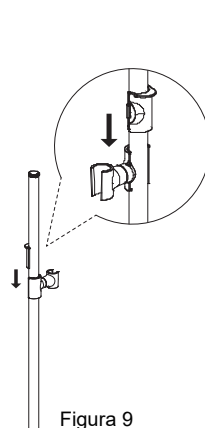

Figura 9
- Haga clic en la parte delantera de la corredera en un lado de la barandilla. Haga clic en la parte trasera de la corredera por encima de la parte delantera en otro lado del riel elevador. Deslice la parte trasera en la parte delantera para asegurarla (Figura 9).